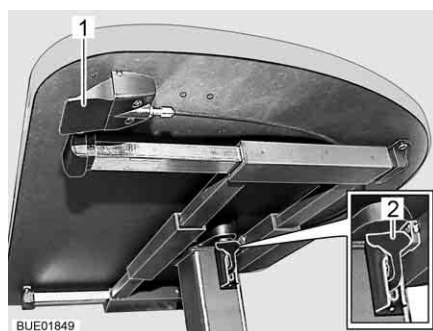

Fig. 120 Tavolo rialzabile con tasto di sblocco
- Tirare o spingere la leva di serraggio (Fig. 120,2) verso il basso.
- Spingere la leva di serraggio (Fig. 120,2) verso l'alto.
- Premere e tenere premuto il tasto di sblocco (Fig. 120,1). Il piano del tavolo va automaticamente verso l'alto fino al fine corsa.
- Rilasciare il tasto di sblocco (Fig. 120,1). Il piano del tavolo rimane nella posizione selezionata.
- Premere e tenere premuto il tasto di sblocco (Fig. 120,1).
- Rilasciare il tasto di sblocco (Fig. 120,1). Il piano del tavolo rimane nella posizione più bassa.